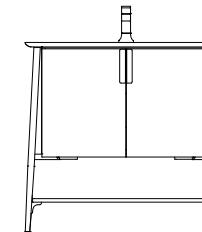

图12
- ②如图12所示，将台面放置于固定好的柜体上，调节左右两侧位置至均匀，将多余硅胶清理干净，并保证台面与柜体间无缝隙，以免使用时水从台面与柜体的缝隙流入柜体。